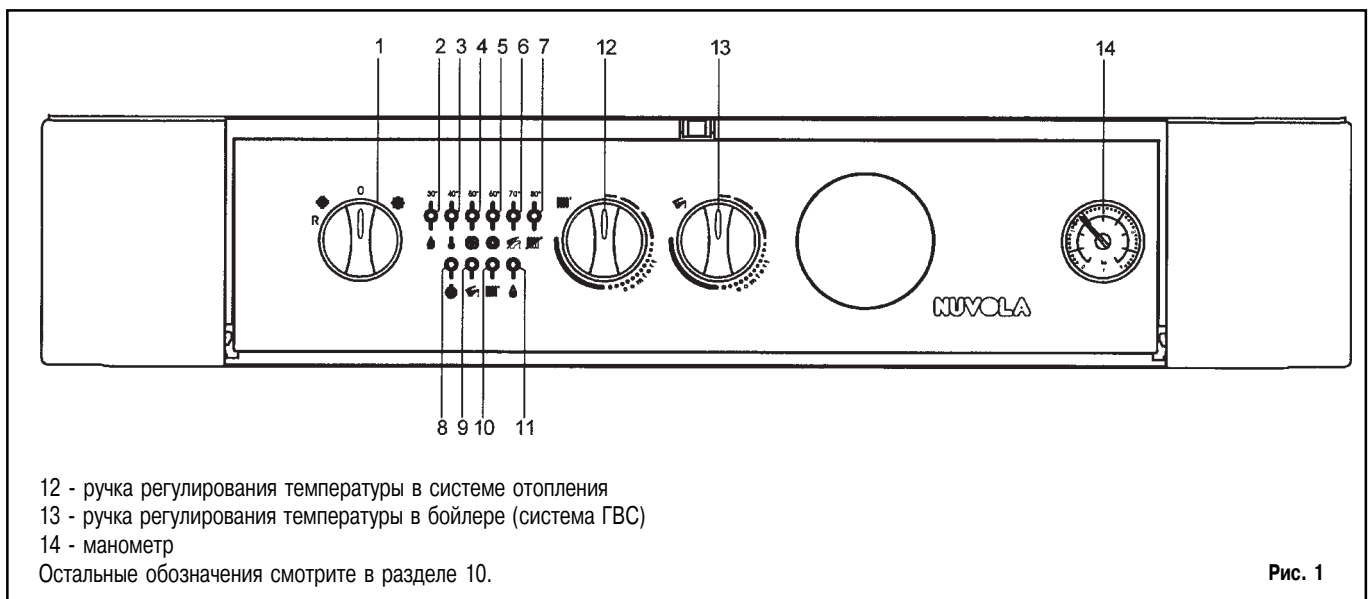
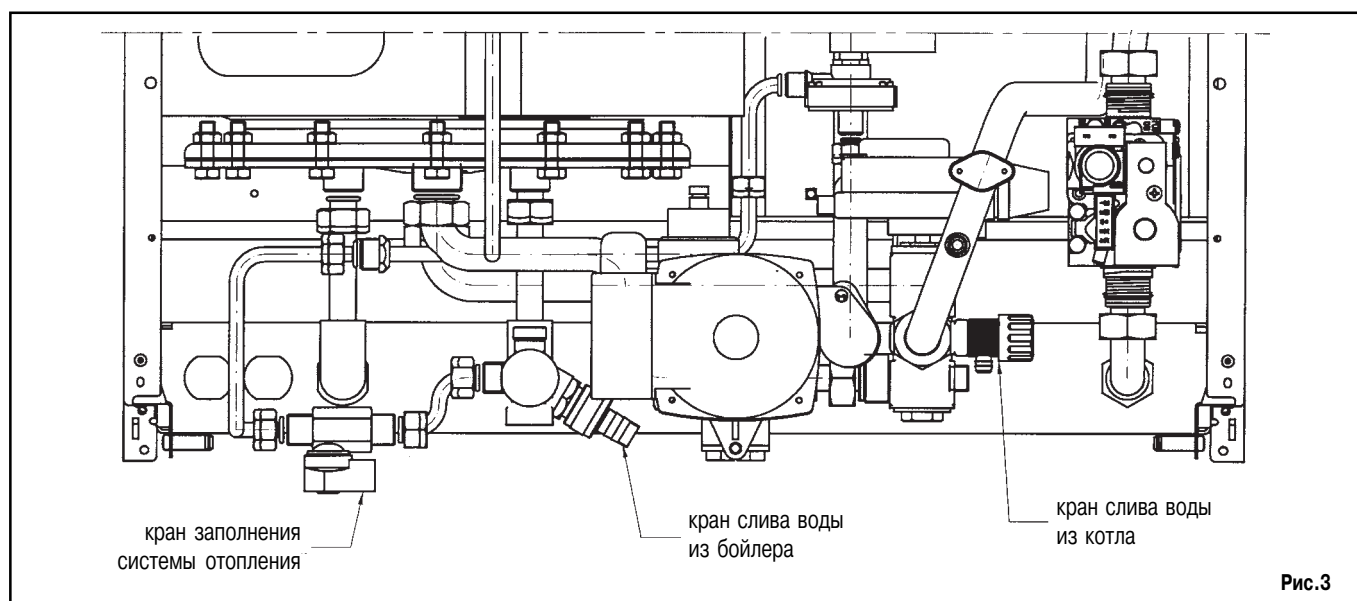

Рис. 1
Рис.3
- 3) установить переключатель режимов «лето - зима» (рис. 1, позиция 1) в нужный режим: ☀ - лето, ❄ - зима;
- 4) установить регуляторы температуры воды контура отопления (рис. 1, позиция 12) и контура ГВС (рис. 1, позиция 13) на выбранные значения.
При возникновении данной проблемы повторите процесс включения котла до поступления газа в горелку, кратковременно установив перед включением переключатель режимов (рис. 1, позиция 1) в положение R (сброс) (см также рис.4).
в системе отопления (поз.12, рис.1). Функция электронной модуляции пламени регулирует расхода газа на горелке в соответствии с реальными условиями теплообмена (потребностями отапливаемых помещений в нагреве).
Функция электронной модуляции пламени регулирует расхода газа на горелке в соответствии с реальным потреблением горячей воды. Котел автоматически начинает работать на нагрев контура ГВС по сигналу регулировочного термостата. Температура задается ручкой регулирования температуры воды в контуре ГВС (рис.1, поз.13).
⚠ Важная информация: регулярно проверяйте значение давления в системе отопления на манометре котла (рис.1, поз.14). Оно должно составлять 0,5-1 бар при холодном котле. В случае более высоких значений довести их до нормы при помощи краны слива. В случае более низких значений повысить давление до нужного при помощи крана заполнения котла (рис.3).
Для правильного выключения котла необходимо установить переключатель режимов (рис.1, позиция 1) в положение (0). Таким образом, прекращается подача электропитания на котел.
- переключатель режимов (рис.1, позиция 1) не установлен в положение (0);